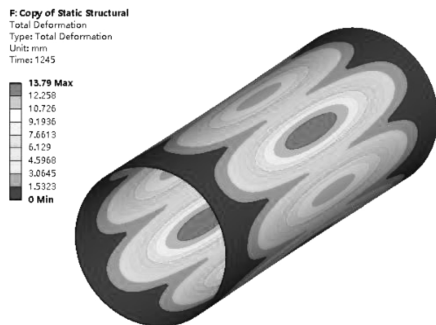
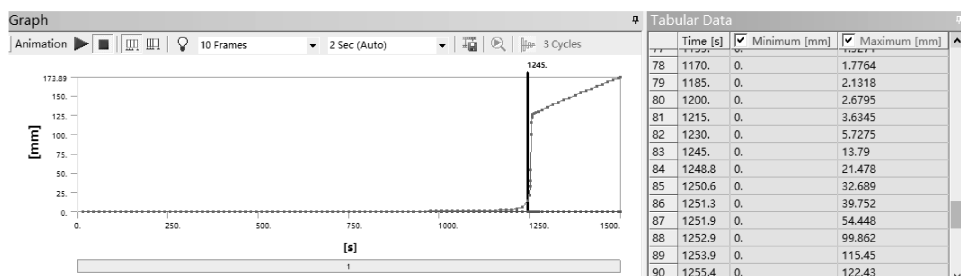

图 4-85 后屈曲变形
图 4-86 后屈曲变形随载荷历程的变化曲线及数据
(4) 选择【Total Deformation】→【Graph】，图形区下显示变形随载荷历程的变化，可以看到外载荷达到 1.245MPa 屈曲后，继续承载到 1.5MPa，如图 4-85、图 4-86 所示。
(5) 插入图表【Chart】查看压力随总变形的变化图表：在工具栏中单击图表【New Chart and Table】按钮，导航树中选择【Pressure】